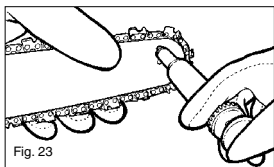

Fig. 23
3. Ved hjælp af smøringspistolen (valgfrit) sættes den tynde tud ind i smøringshullet og sprøjter smørelse ind, indtil smørelsen kan ses på underkanten af svæ rdet (fig. 23).